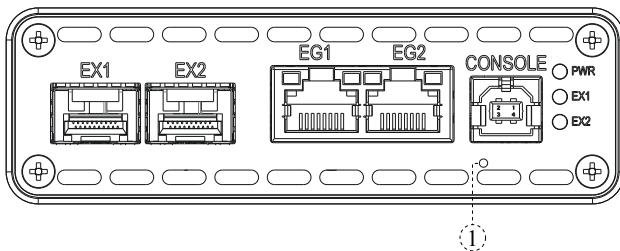
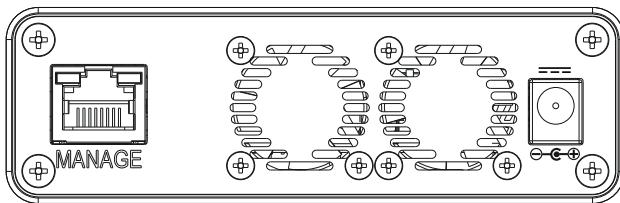

Рис. 4.1. Передняя панель прибора Беркут-MX
Рис. 4.2. Задняя панель прибора Беркут-MX
Адаптер подключается к прибору через специально предназначенный для этого разъём (см. рис. 4.2).
**Примечание.** Внешний вид передней и задней панелей измерительного блока зависит от аппаратной модификации устройства и может отличаться от представленного на рис. 4.1 и 4.2. При этом маркировка и назначение разъёмов и светодиодных индикаторов совпадают с описанием, представленным в табл. 4.1 и 4.2.
Цифрой 1 на рис. 4.1 обозначена кнопка аппаратного сброса.
Для настройки и управления функциями прибора Беркут-MX используется интерфейс USB 1.1/2.0 (CONSOLE, см. рис. 4.1) или системный порт 10/100BASE-T (MANAGE, см. рис. 4.2).